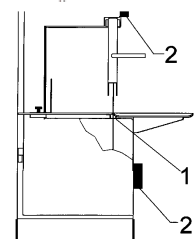

Fig. 7.8.1
7.8. - Limpieza de la cuña de la guía de la hoja (Fig. 7.8.1)